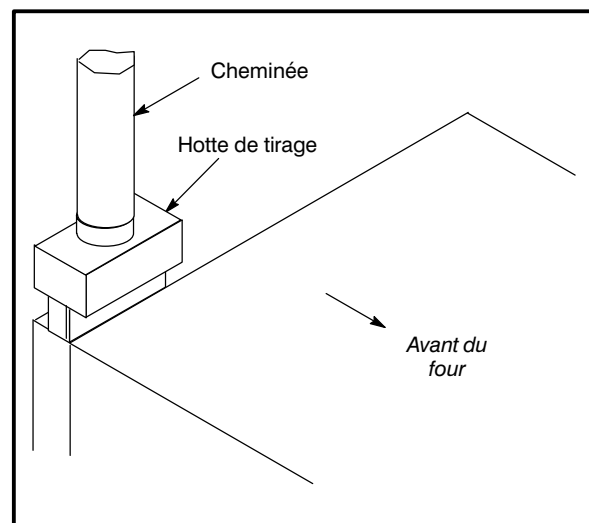

Figure 22
1. Placer la hotte de tirage au-dessus du connecteur de cheminée. Voir Figure 22.